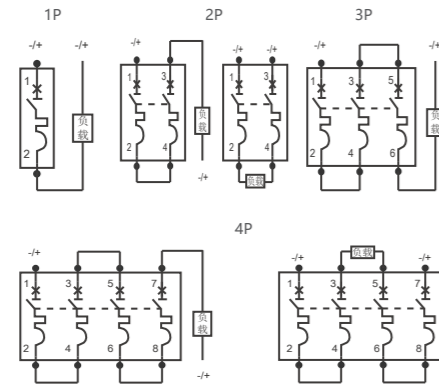

图5 接线示意图
5.4 适用于铜导线连接，导线选择见表1，接线方式及剥线长度等要求如下图5
5.6 断路器接线示意图如图5